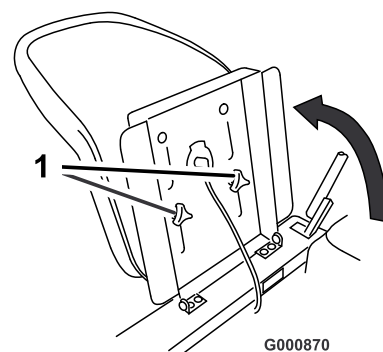

Figura 15
- Suba el asiento y afloje los pomos de ajuste (Figura 15).